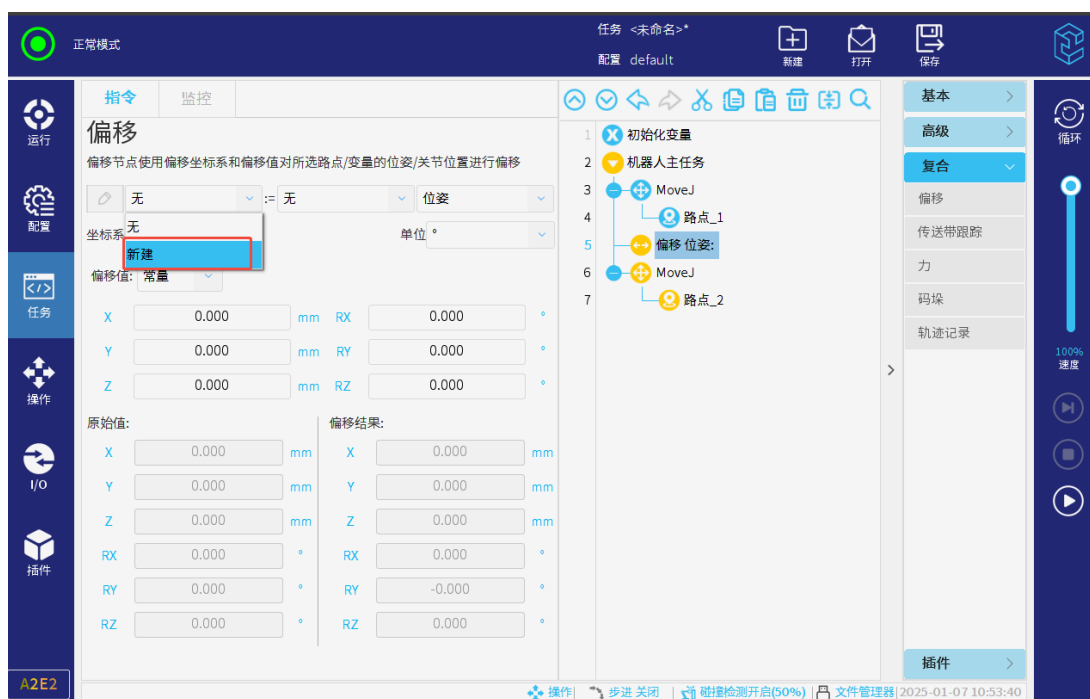

图 3-111: 新建任务变量
- 若需新建任务变量，则点击首行第一个下拉框，选择“新建”，即可新建任务变量，如图 3-111所示。